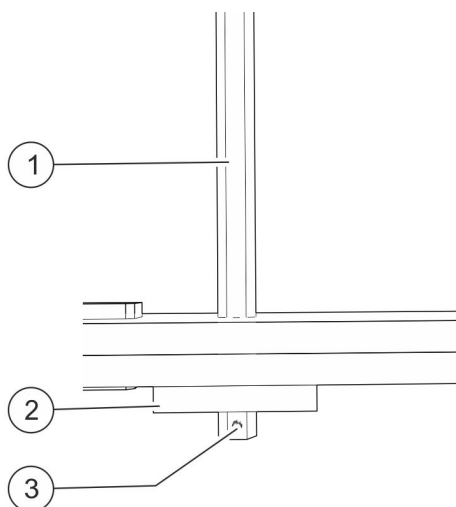

Abb. 11: Platte an Gewichtsstange im Tunnel
4. ➔ Vierkantscheibe (Abb. 11/2) mit Kerbstift (Abb. 11/3) sichern.